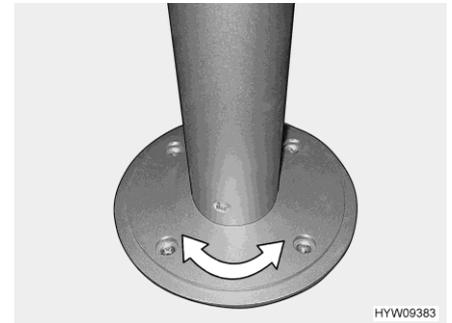

Fig. 107 Base de pedestal (giratoria) (según modelo)
- Girar el tablero de la mesa a la posición deseada. Para ello, se requerirá un poco de esfuerzo ya que el tablero de la mesa gira contra la resistencia por fricción en la base de pedestal (Fig. 107).